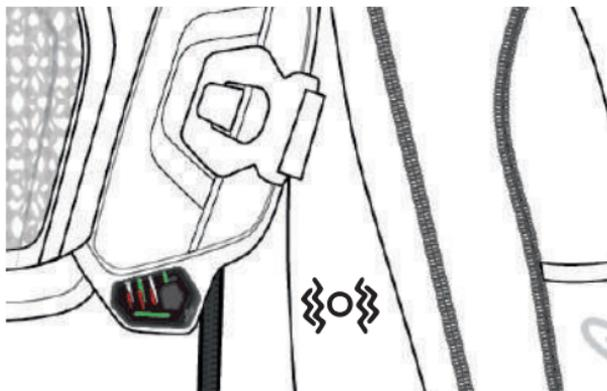

Рисунок 9: Этап проверки светодиодов
1) Проверка светодиодов: На этом этапе система проверяет корректность работы всех доступных светодиодов. Пользователь увидит, как все светодиоды (4с, 4d, 4е) загорятся непрерывно зеленым светом примерно на одну секунду, после чего погаснут (см. рисунок 9);